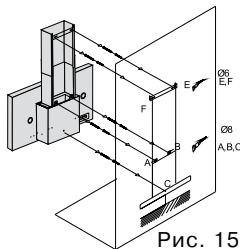

Рис. 15
2. Если в комплекте к вытяжке есть монтажный шаблон, приложите его к стене на нужной высоте с учетом минимального расстояния от варочной поверхности и выровняйте его по уровню. Наметьте точки (А, В, С) на стене и просверлите в них отверстия диаметром 8 мм. Наметьте и просверлите отверстия диаметром 6 мм для монтажа планки крепления декоративного короба (F, E) (рис.15). При этом необходимо учитывать, что планка относительно потолка должна быть установлена таким образом, чтобы верхний край крепящегося к ней внутреннего декоративного короба вплотную подходил к потолку.
6. Подвесьте вытяжку на шурупы (А, В), выровняйте её по горизонту и затяните шурупы отвёрткой. По завершении выравнивания окончательно закрепите вытяжку при помощи шурупа через отверстие (С) изнутри вытяжки. (рис.15)